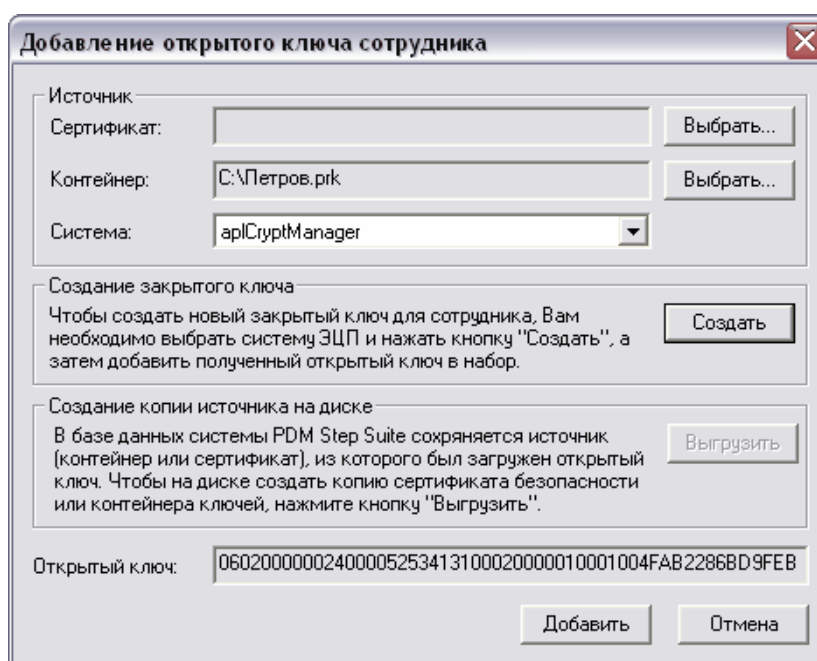

Рис. 119 Регистрация открытого ключа сотрудника
6. В окне регистрации открытого ключа нажмите на кнопку **Добавить** (Рис. 119). При добавлении открытого ключа в базе данных сохраняется источник, из которого он был загружен. После нажатия на кнопку **Добавить** окно автоматически закрывается.